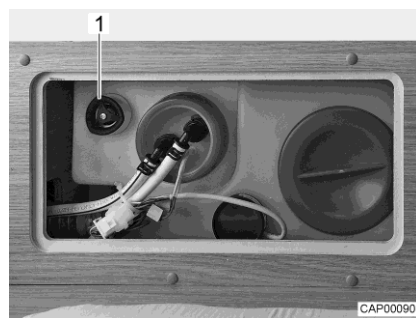

Bild 103 Wassertank mit Drehgriff
- Auf dem Wassertank den Drehgriff (Bild 103,1) im Uhrzeigersinn bis zum Anschlag drehen.
- Auf dem Wassertank den Drehgriff (Bild 103,1) entgegen dem Uhrzeigersinn bis zum Widerstand drehen. Das Wasser läuft bis auf ca. 20 Liter aus.